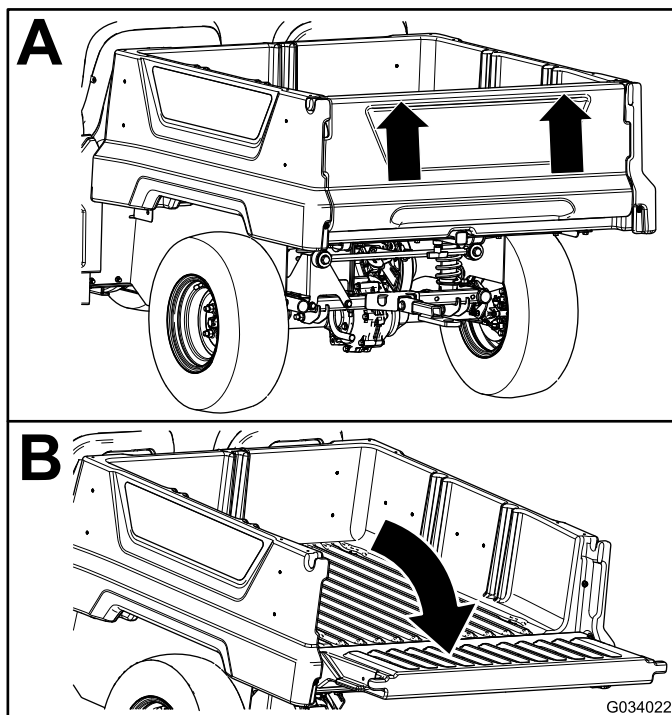

Figura 17
2. Utilizzando entrambe le mani, sollevate la sponda posteriore utilizzando il bordo vicino alla parte superiore della sponda posteriore (Figura 17).
3. Abbassate la sponda posteriore in modo che sia a livello con la parte inferiore del pianale (Figura 17).